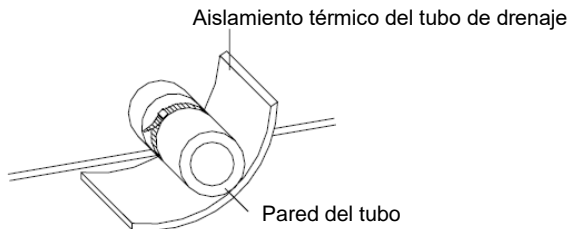

Fig. 13: Aislamiento térmico del tubo de drenaje
- a. El tubo de drenaje debe instalarse con una inclinación de 5° a 10° para permitir un buen drenaje del agua de la condensación. Las juntas del tubo de drenaje deben cubrirse con material de aislamiento térmico para evitar la condensación de agua en el tubo (ver Fig. 13).